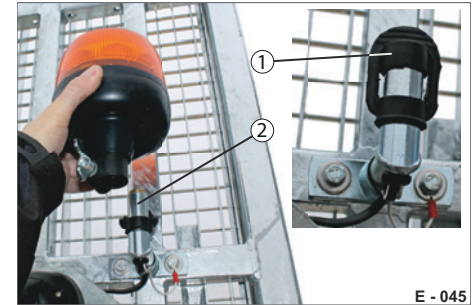

Abb. 34 Rundum-Kennleuchte demontieren
- ▶ Stulpen Sie die Gummi-Abdeckung (Abb. 34/1) auf die Konsole auf - als Schutz vor Nässe / Schmutz.